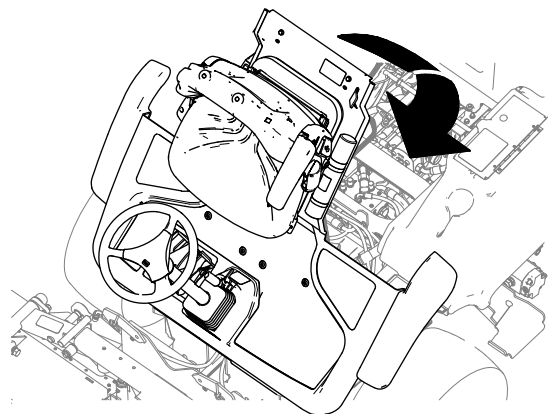

Bild 53
1. Senken Sie die Plattform vorsichtig ab (Bild 53).